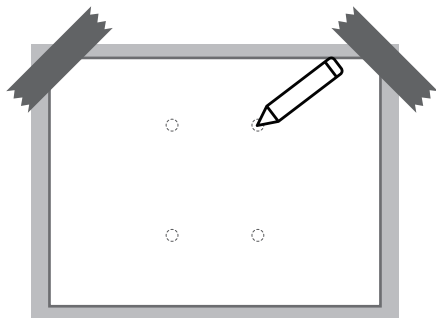

Abb. 5-20
2. Legen Sie die Installationsschablone an die Wand und markieren Sie die Montagelöcher. (Siehe Abb. 5-20)